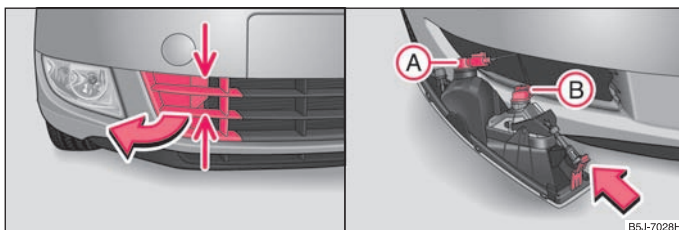

Fig. 171 Bara de protecție față: Grilaj de protecție / demontarea proiectoarelor de ceață
- Apucați grilajul de locurile marcate cu săgeți ⇒ fig. 171 - din stânga și scoateți-l.
- Introduceți mâna în deschizătura în care se afla grilajul și apăsați dispozitivul de prindere cu arc ⇒ fig. 171 - în dreapta.
- Rotiți conectorul (A) cu lampa pentru lumina de zi, respectiv conectorul (B) cu lampa proiectoarelor de ceață până la opritor înspre stânga și extrageți-l.